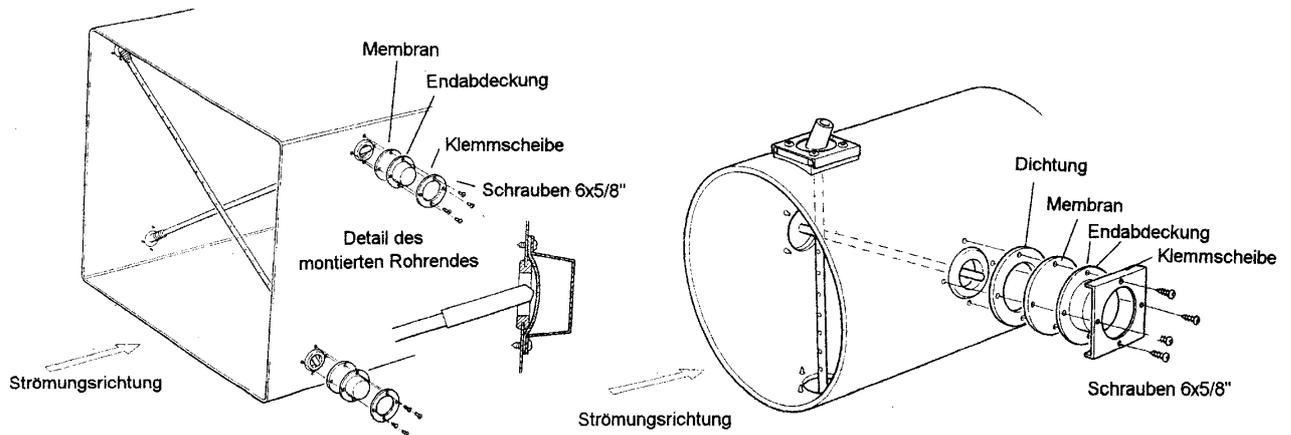

Abbildung 6 – Anordnung der Endabdeckungen
5.6 Jetzt werden die Dichtungen und die Rohrkappen mit dem runden Montagering und den Schrauben montiert (Abbildung 6).